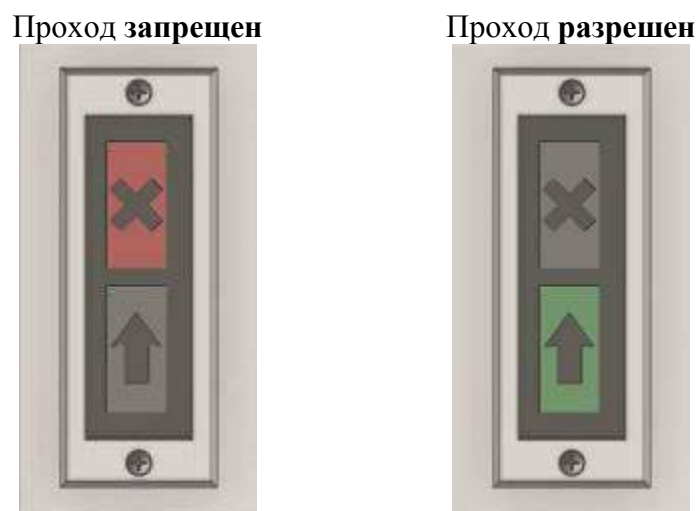

Рис. 5 - Отображения статуса турникета на индикации
1.4.2.3. С момента начала поворота ротора на табло индикации высвечивается индикация (см.рисунок 5) красного цвета (горит «><»).